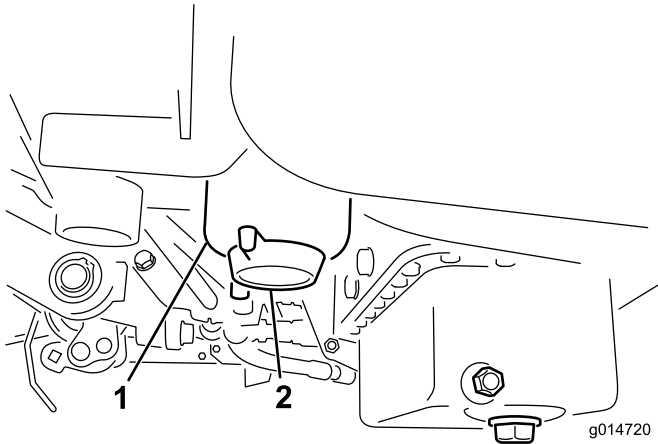

Figura 45
2. Limpie la zona de montaje del cartucho del filtro (Figura 45).
4. Abra el tapón de vaciado del filtro (Figura 45).